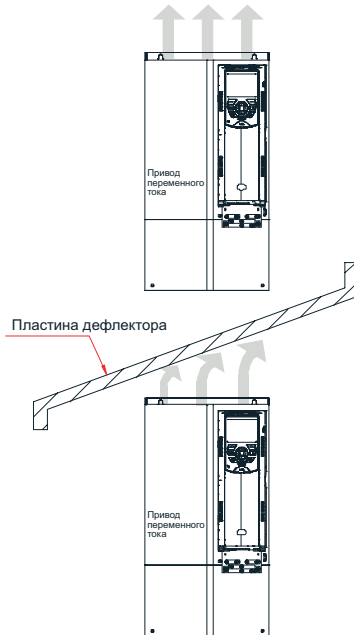

Рис. 2-6 Монтаж приводов переменного тока (конструкции T2 - T9) друг над другом
- ◆ Выполнить монтаж привода переменного тока в вертикальном прямом положении для более эффективного отвода тепла. При установке в шкафу нескольких приводов переменного тока, установить их в параллельной конфигурации. При монтаже приводов переменного тока друг над другом установить направляющую пластину для воздуха, как показано на рис. 2-6.